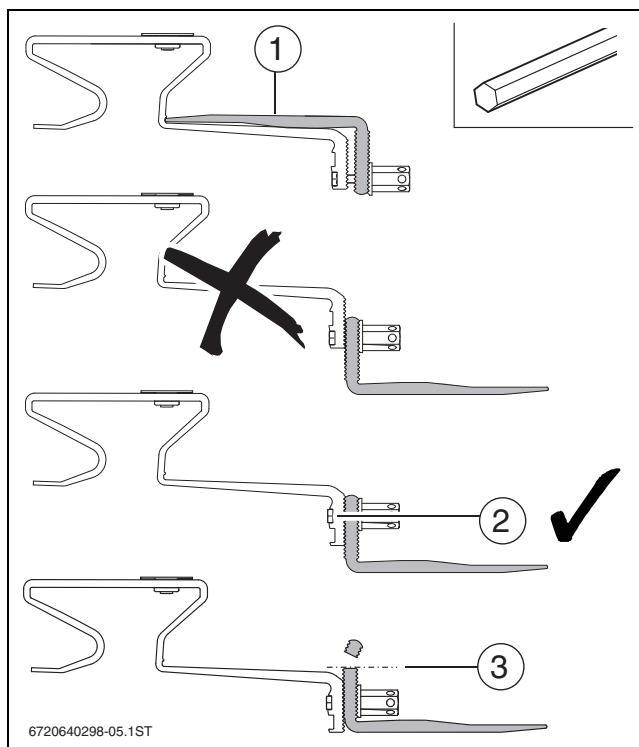

Рис. 21 Подготовка крепления
- ▶ Переставьте нижнюю часть кровельного крюка в верхнее отверстие кровельного крюка. Пока не затягивайте гайку (→ рис. 21).